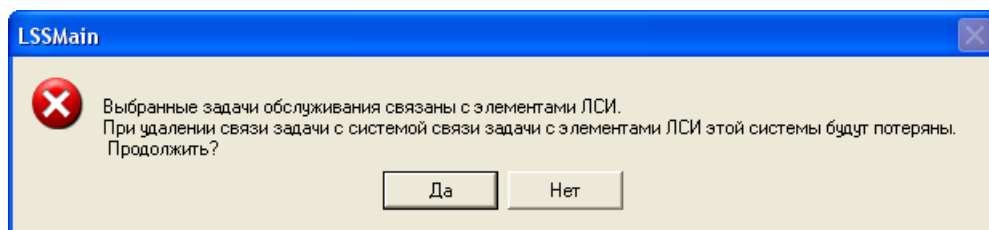

Рис. 3-23
- Если задача обслуживания связана с элементами ЛСИ, процедурой обслуживания, событием и т.п., появится соответствующее предупреждающее сообщение (один из вариантов сообщения приведен на рис. 3-23).